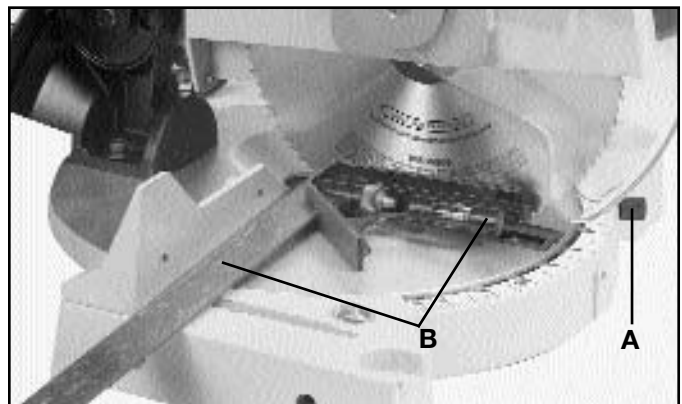

Fig. 19
2. Coloque el brazo de corte en la posición de troceado recto de 90 grados, como lo ilustra la Fig. 19, y apriete la perilla de cierre de mesa (A).
3. Baje la hoja de la sierra, como aparece en la Fig. 19.
4. Utilizando una escuadra (B) Fig. 19, coloque un extremo de la escuadra contra la guía y el otro extremo contra la hoja, como se ilustra aquí.